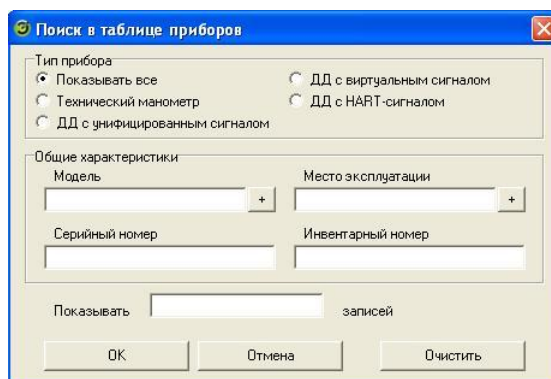

Рисунок 3.4.17 – Диалог фильтра таблицы поверяемых приборов
- «Поиск прибора». Данная кнопка позволяет выполнить фильтрацию таблицы поверяемых приборов в соответствии с заданными критериями. Нажатие кнопки вызывает диалог задания полей фильтра (рисунок 3.4.17).
Примечание: Следует помнить, что фильтр таблицы поверяемых приборов действует либо до момента задания новых критериев фильтрации в диалоге (рисунок 3.4.17), либо до момента завершения работы с приложением!